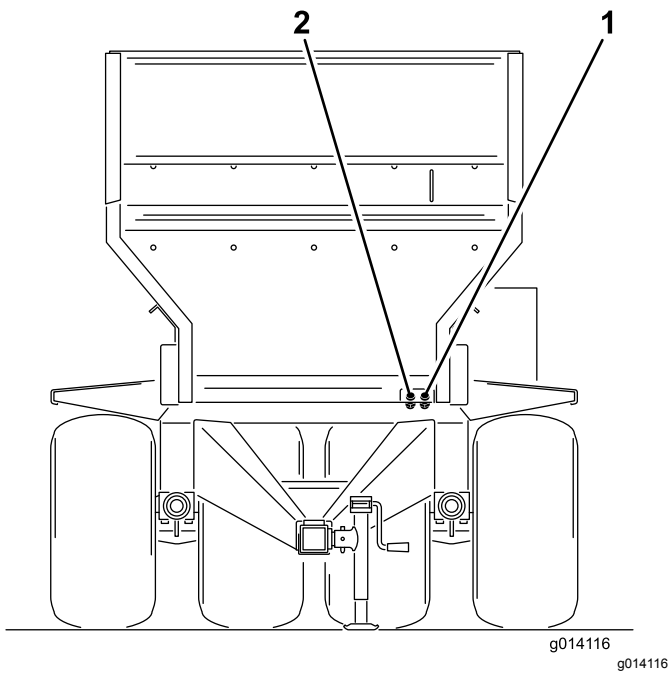

Figure 20
6. Raccordez les deux flexibles hydrauliques de la machine au véhicule tracteur. Placez vous devant la machine et raccordez le flexible droit au côté pression et le flexible gauche au côté retour (*Figure 20*). Le flexible de retour est muni d'un clapet antiretour unidirectionnel en ligne. La flèche sur le clapet antiretour doit être orientée vers raccord de retour du véhicule tracteur.